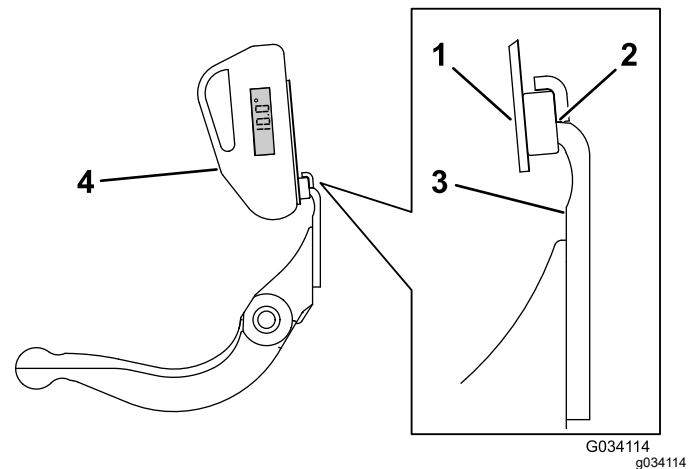

Figura 23
- Amplasai suportul indicatorului de unghi pe marginea contracuitului, astfel încât marginea magnetului să se îmbine cu marginea contracuitului (Figura 23).
- Amplasai indicatorul de unghi pe suport, conform indicațiilor din Figura 23.